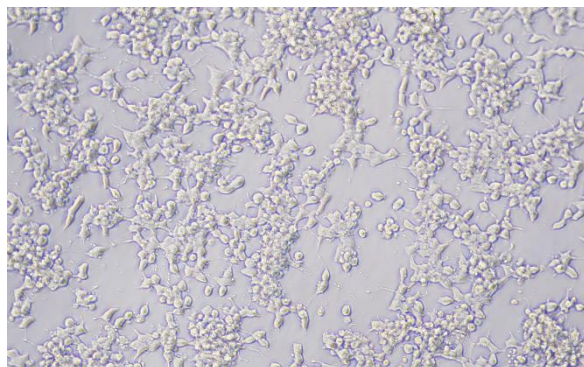

図1. 位相差顕微鏡画像
1. 継代する細胞 (参照 : 図 1) を CO2 インキュベーターから取り出す。